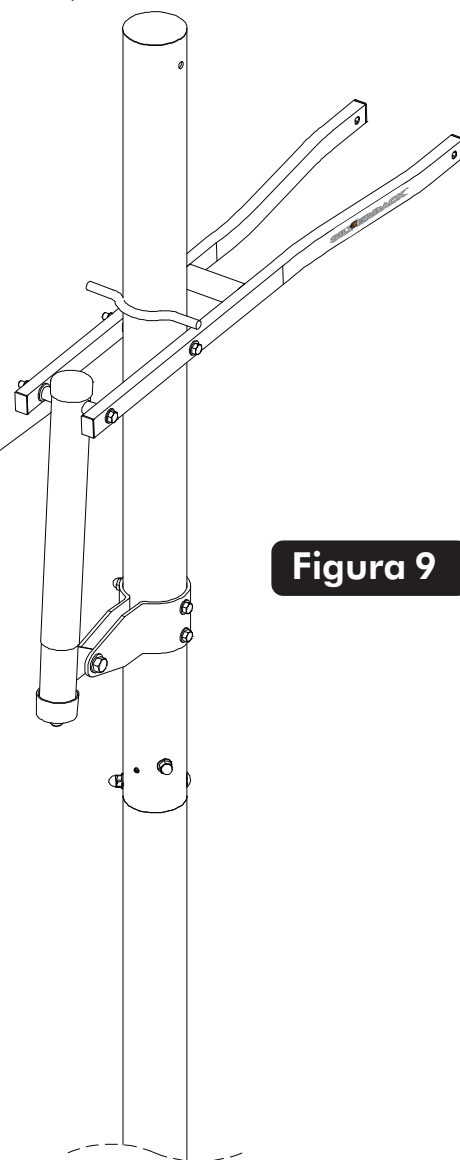

Figura 9
18. Asegure el actuador (#16) a los brazos inferiores (#11) utilizando un tornillo (#22), dos rondanas (#18), dos rondanas de Plástico (#5) y una tuerca de seguridad (#4). Vea la **Figura 9 y el Detalle 3**. Apriete los dos tornillos (#22) para asegurar el brazo inferior (#11).